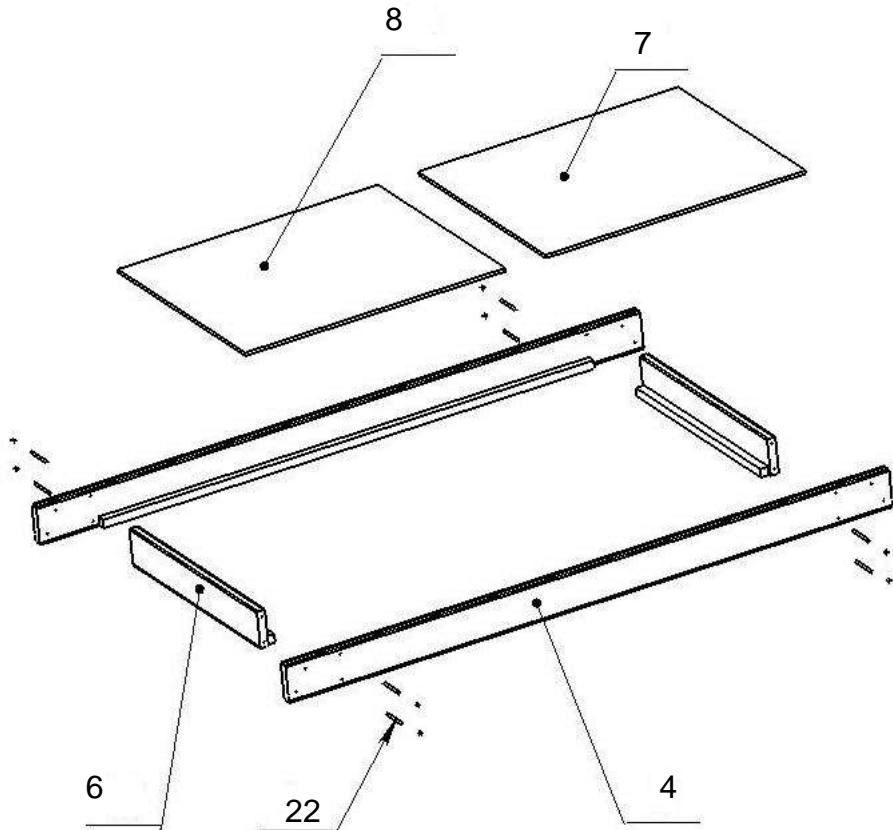

рисунок 3 (сборка кровати)
4.2.5.4 На внутренние выступы царг продольных 1 (*№4*) уложить основания (*№№7,8*) (рисунок 3).